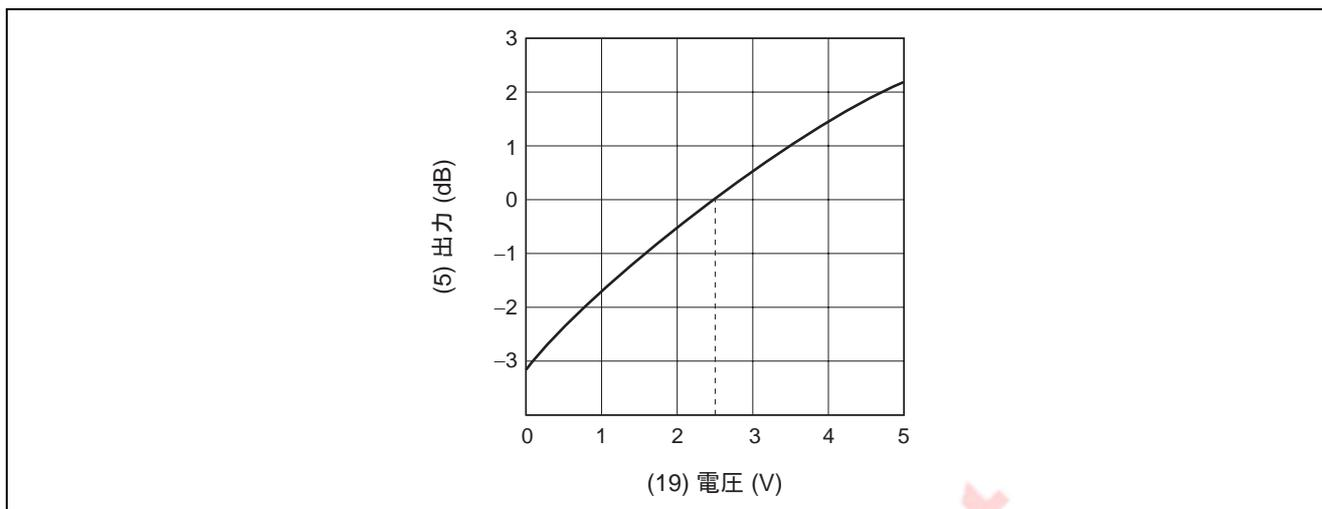

図3 COLOR CONT.特性 (測定条件は TEST No.16, 17, 18, 19 参照)
(19) (COLOR CONT.) 印加電圧により、クロマ部のゲインを図3に示すように設定することができます。